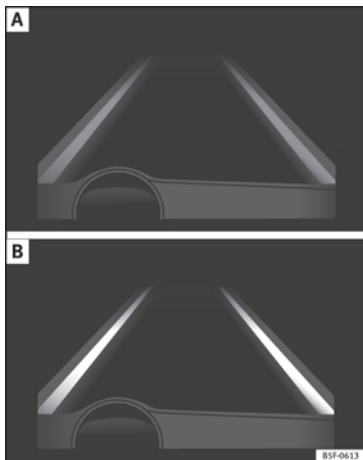

Abb. 162 Im Display des Kombiinstrumenten: Anzeige im Display des Spurhalteassistenten (Beispiel 1).
- System aktiv, aber nicht verfügbar, da die Mindestgeschwindigkeit nicht erreicht ist oder das System die Begrenzungslinien der Fahrspur nicht erkennt » Abb. 162 A.
genblick wird die Fahrtrichtung nicht korrigiert » Abb. 162 B.